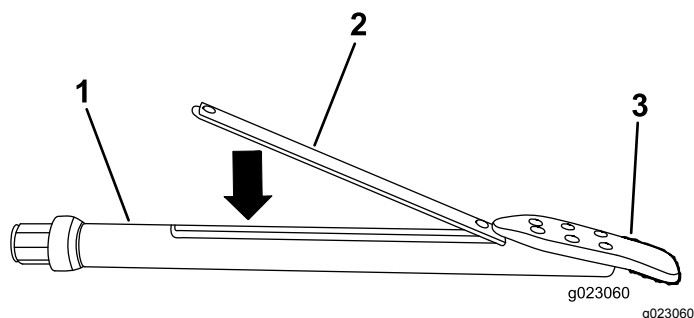

Figura 59
- Introduzca la sonda transmisora en el portasonda con el extremo delantero hacia la broca (Figura 59).